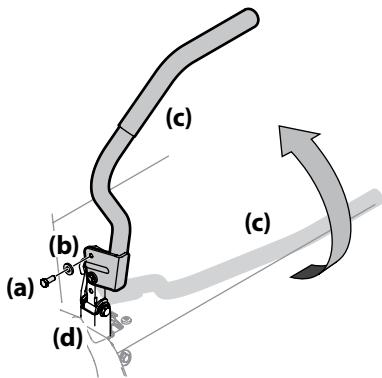

Figura 2-6
- Retire los tornillos hexagonales y las (a) arandelas planas del (b) paquete de elementos de ferretería de la bolsa del manual. Consulte la Figura 2-6.
- Levante y gire esa palanca de control (c) hacia arriba hasta que el orificio ranurado del soporte de la palanca de control (c) se alinee con uno de los orificios del soporte de pivote (d). Consulte la Figura 2-6. Ajuste el tornillo hexagonal (a) con una llave de  $\frac{1}{2}$  in, pero no lo ajuste completamente.
- Deslice la arandela plana (b) hacia el tornillo hexagonal (a). Desde afuera, inserte el tornillo hexagonal (a) con la arandela plana (b) a través del soporte de la palanca de control (c) y el orificio del soporte de pivote (d). Consulte Figura 2-6. Ajuste el tornillo hexagonal (a) con una llave de  $\frac{1}{2}$  in, pero no lo ajuste completamente.